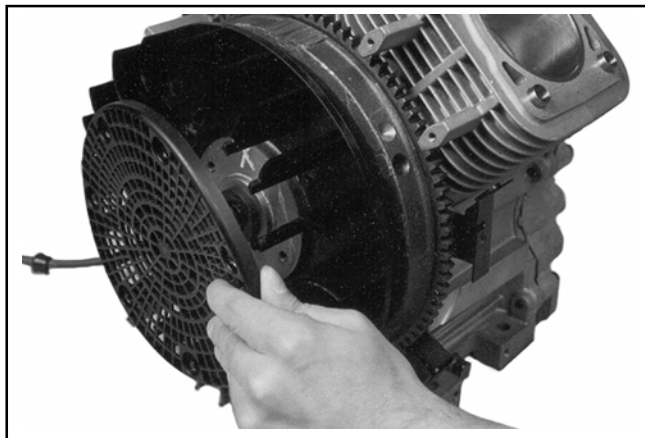

Figura 9-43. Rimozione del retino per l'erba in plastica.
1. Sui motori con retino in plastica piatto, in genere piccoli fermi metallici sono fissati su tre dei sette montanti per il fissaggio positivo del retino per l'erba in plastica. Posizionare un attrezzo a gancio accanto al montante e tirare verso l'esterno per separare i piccoli fermi metallici. Sganciare quindi il retino dai montanti. Vedere Figura 9-43.